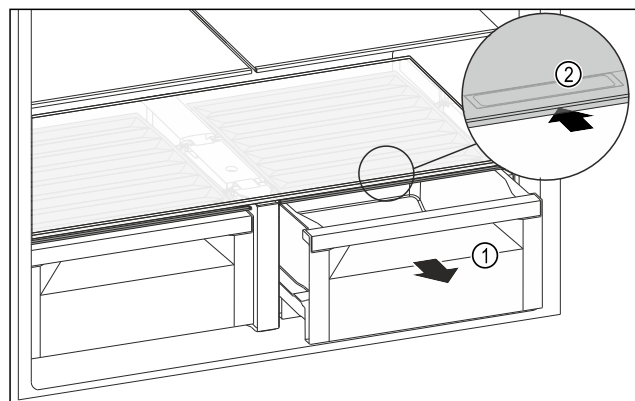

Fig. 99
- Retirer le tiroir Fig. 99 (1).
- Saisir la poignée encastrée Fig. 99 (2) du couvercle du compartiment et pousser le couvercle du compartiment vers l'arrière.